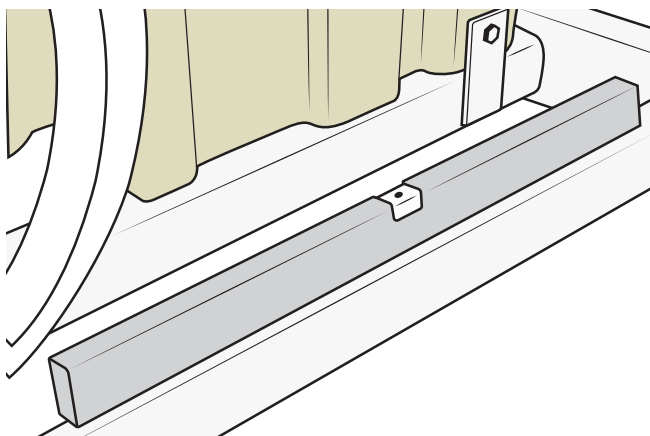

Figure 109
3. Assurez-vous que la baignoire est horizontale. Vérifiez le niveau à l'aide d'un niveau à bulle le long de la baignoire. Voir Figure 109.